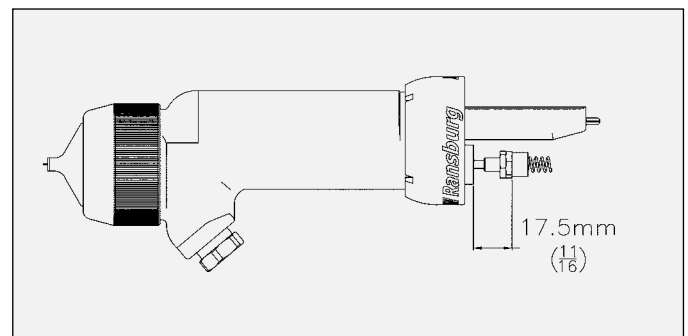

Figure 19 : Dimensions de l'écrou de réglage de gâchette
21. Régler la retenue du ressort de tige d'aiguille pour placer l'arrière de l'hexagone à 17,5 mm de la surface arrière de la chambre de garniture du canon (voir Figure 19).